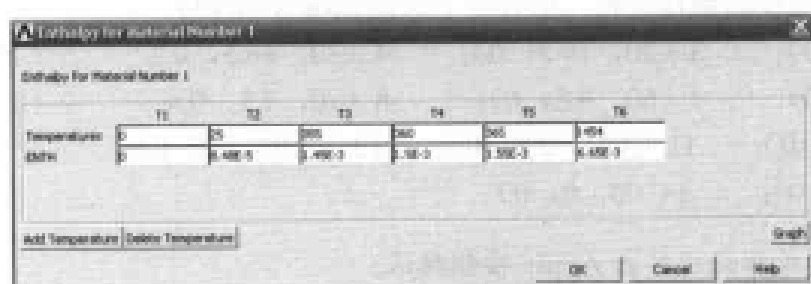

图 13-131 输入相对焓值对话框
(1) 选择 Main Menu | Preprocessor | Material Props | Material Models 命令，出现 Define Material Model Behavior 对话框。
(2) 在 Material Models Available 列表框中依次双击 Structural、Linear、Elastic、Isotropic 选项，出现 Linear Isotropic Properties for Material Number 1 对话框，在 EX 文本框中输入弹性模量 0.204，在 PRXY 文本框中输入泊松比 0.28，单击 OK 按钮关闭该对话框。
(3) 在 Material Models Available 列表框中依次双击 Structural、Thermal Expansion、Secant Coefficient、Isotropic 选项，出现 Thermal Expansion Secant Coefficient for Material Number 1 对话框，在 ALPX 文本框中输入热膨胀系数 $13.36\text{e-}6$ ，单击 OK 按钮关闭该对话框。
(4) 在 Material Models Available 列表框中依次双击 Thermal、Conductivity、Isotropic 选项，出现 Conductivity for Material Number 1 对话框，在文本框中输入导热系数 $87.86\text{e-}6$ ，单击 OK 按钮关闭该对话框。
(5) 在 Material Models Available 列表框中依次双击 Thermal、Enthalpy 选项，出现 Enthalpy for Material Number 1 对话框，连续单击五次 Add Temperature 按钮，在 Temperatures 文本框中依次输入 0、25、355、360、365、1454，在 ENTH 文本框中依次输入相对热焓 0、 $8.48\text{e-}5$ 、 $1.45\text{e-}3$ 、 $1.50\text{e-}3$ 、 $1.55\text{e-}3$ 、 $6.65\text{e-}3$ ，如图 13-131 所示，单击 OK 按钮关闭该对话框。